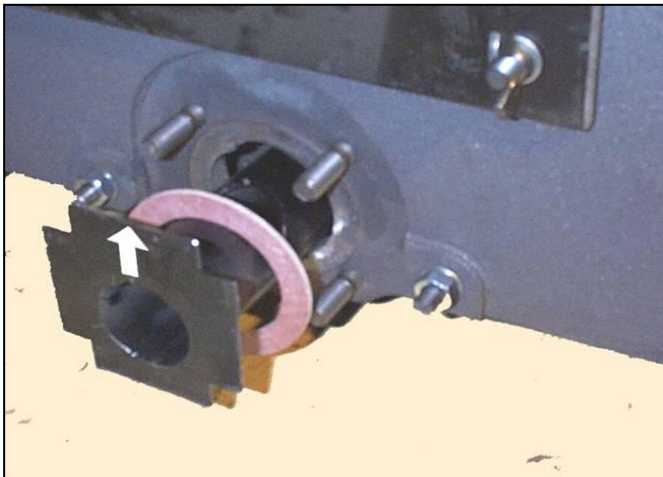

Рисунок 4-11
43. Установить водораспределительную трубу (20,22) с прокладкой (25) на вход обратной воды (рис.4-11). Фланцевые соединения (21) прямой/обратной воды вместе с прокладками (25) установить на выходы котла. На шпильки M10x45 (14) надеть гайки и шайбы (15,16). Эти шпильки ввернуть по углам задней секции и затянуть гайками M10.
Примечание: Отверстие, находящееся на водораспределительной трубе при установке на вход обратной воды должно быть обращено вверх. В низкотемпературных котлах водораспределительные трубы не имеют отверстий и устанавливаются на вход обратной воды таким же образом. Как видно на рис.4-11, цилиндрическая часть водораспределительной трубы обязательно должна быть ниже оси фланца (стрелка на фланце трубы направлена вверх). В обоих случаях неправильная установка трубы будет причиной неравномерного распределения температуры внутри котла.